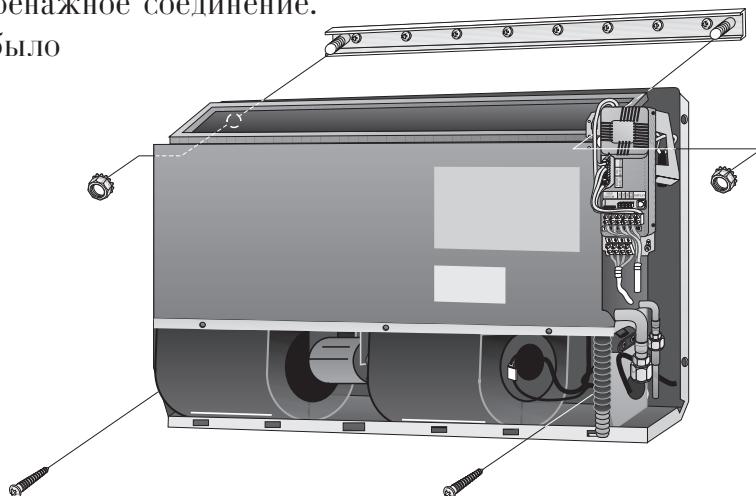

Рис. 6
- Установите агрегат на монтажный кронштейн (см. рис. 6). Вставьте две контргайки, входящие в комплект, и как следует затяните их.
- Для крепления к стене можно использовать также два винта в нижней части агрегата (см. рис. 6).